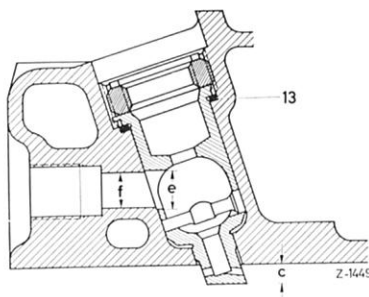

Bild 01-0/1
¹⁾ Bei den Typen 200 D/8 und 220 D/8 muß nach einer Nacharbeit der Zylinderkopf-Trennfläche der Abstand „c“ von 5,5 bis 5,9 mm zwischen der Stirnfläche der Vorkammer und der Trennfläche des Zylinderkopfes durch Beilegen eines entsprechenden Dichtringes (13) eingehalten werden (Bild 01-0/1).